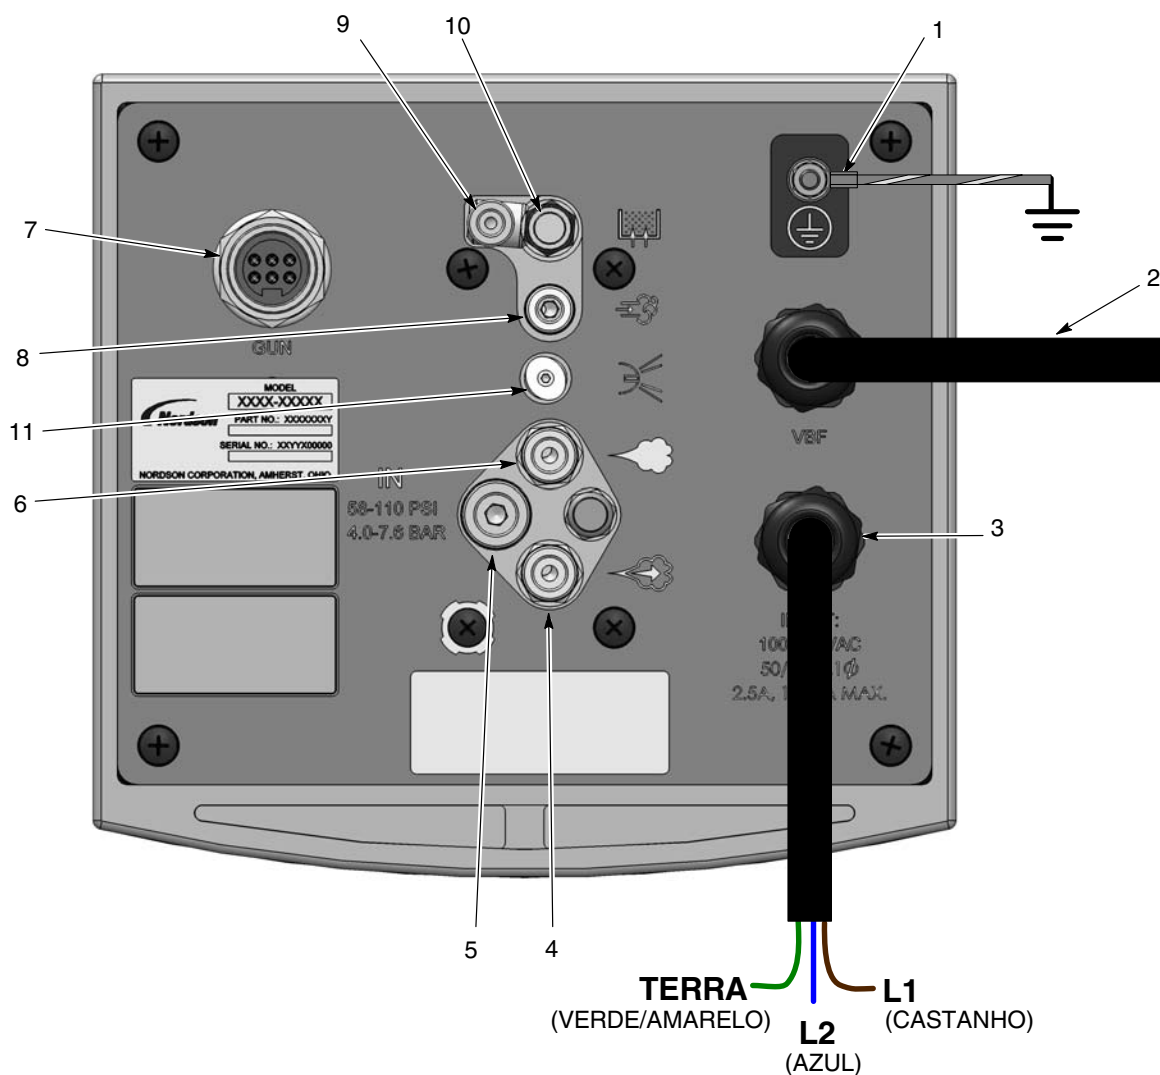
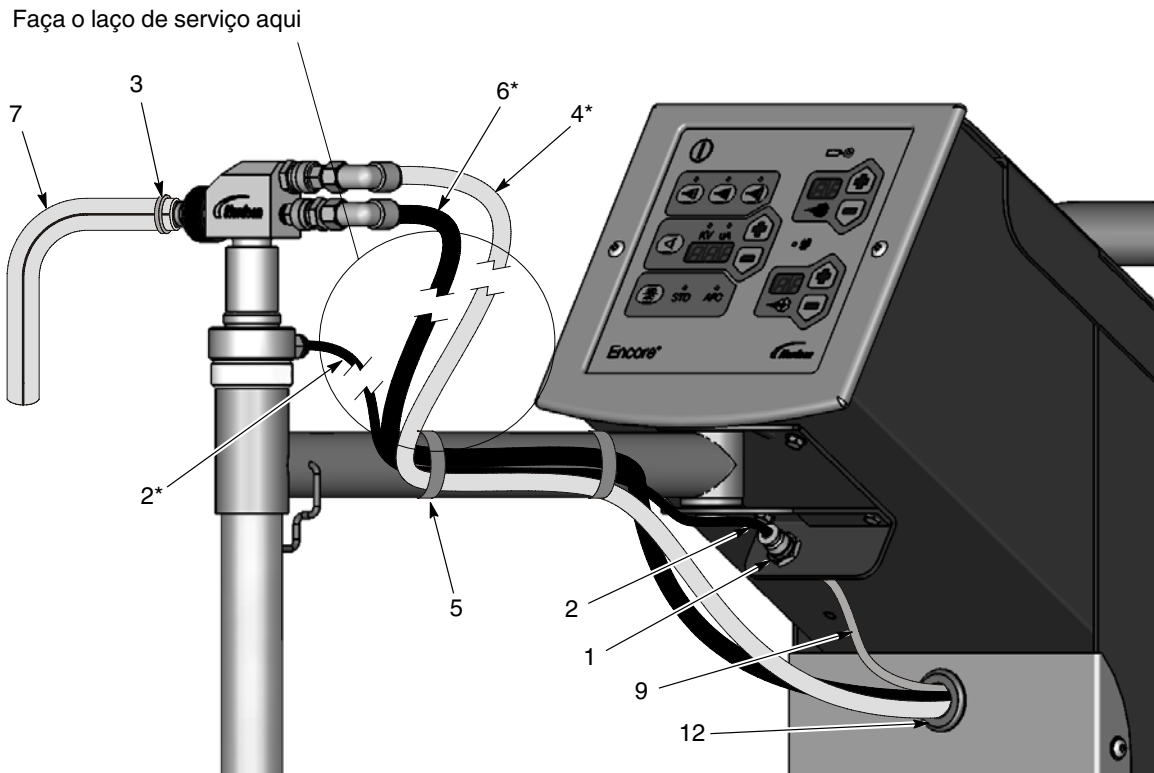

Figura 3-4 Ligações do controlador de pistolas Encore LT
Figura 3-8 Tubo captador de pistola Encore LT e instalação da bomba
7. Consulte a figura 3-4. Ligue os tubos de comprimentos curtos ao controlador:
- Tubo azul de ar de atomização de 8 mm (4)
- Tubo preto de ar de transporte de 8 mm (6)
- Tubo azul de ar de fluidificação de 6 mm (9)
8. Consulte a figura 3-8. Disponha os tubos (4, 6, 9), como ilustrado, através do aro situado no painel dianteiro da torre do carro.
- Tubo azul de ar de atomização de 8 mm (4) à união superior da bomba
- Tubo preto de ar de transporte de 8 mm (6) à união inferior da bomba
- Tubo azul de ar de fluidificação de 6 mm (9) à união da antepara (1)
- Tubo preto de ar de fluidificação de 6 mm (2) à união do tubo captador
- Mangueira de pó (7) à bomba - fixa com a braçadeira de mangueira (3).
3. Consulte a figura 3-4. Ligue os seguintes tubos ao controlador: